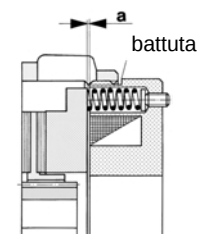

Fig. 2
- Montare il mozzo dentato (1) sull'albero e fissarlo assialmente. Le tolleranze dell'albero e della chiavetta devono essere determinate in modo tale da non dilatare la dentatura del mozzo dentato. Non danneggiare la dentatura per garantire lo scorrimento. La posizione del mozzo dentato (1) rispetto al rotore (35) deve tenere conto dell'usura delle guarnizioni di frizione (8), in modo da garantire fino all'ultimo la presa di tutta la lunghezza della dentatura del rotore sul mozzo dentato.
- Spingere a mano il rotore (35) nella dentatura del mozzo dentato (1) evitando di introdurlo storto o forzandolo, per non rovinare la dentatura.
- Fissare il freno con le viti di fissaggio (13) e le rosette elastiche (28) forniti insieme al freno. Fissare il freno rispettando le coppie di serraggio indicate nella tabella 1. Controllare il traferro „a“, fig.2. Il traferro nominale „a“ deve essere del valore indicato nella tabella 2. Le viti in ottone (10) servono solo per tenere assemblato il freno durante il trasporto e il montaggio. Non compromettono il funzionamento del freno quindi non è necessario levarle al montaggio.
Il freno è fornito con traferro „a“ tra ancora (5) e magnete (2), regolato al valore nominale, fig. 2. Il traferro „a“ aumenta però in seguito all'usura del rotore (35). Ciò pregiudica il buon funzionamento del freno e quindi bisognerà riportare il traferro al suo valore nominale girando il carter graduato (31). La regolazione del traferro dovrà essere effettuata al più tardi quando il traferro ha raggiunto la quota massima consentita, tabella 2.
2. Allentare le viti di fissaggio (13).
3. Liberare il bloccaggio carter (58) allentando la vite di bloccaggio (59).
4. Girare il carter graduato (31) nel senso antiorario (guardando il freno dal retro). Un tratto della scala del carter graduato (31) corrisponde ad una correzione del traferro di 0,05 mm.
5. Avvitare le viti di fissaggio (13) tenendo conto dei valori di coppia di serraggio della tabella 1.
6. Rimettere il bloccaggio carter (58) in due tratti graduati del carter e fissarlo con la vite di bloccaggio (59).
Una battuta alla fine del filetto sul magnete (2), fig. 2, limita la corsa di regolazione del carter graduato (31). Ciò evita un'usura inammissibile del rotore (35), in seguito a ripetute regolazioni. Se il valore del traferro è superiore al valore nominale e la regolazione tramite carter graduato non è più possibile, bisogna sostituire il rotore (35). Nella tabella 2 è indicato lo spessore del rotore nuovo e lo spessore dopo usura massima consentita.